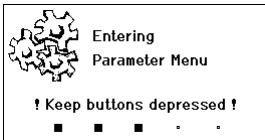

Fig. 11
1. Maintenir enfoncées les touches 4 et 1 ou 4 et 2 simultanément. Pendant que l'appareil passe au menu Paramètres, le texte informatif suivant apparaît à l'affichage (voir également fig. 11): "Passage au menu Paramètres" "Maintenir enfoncées les touches".